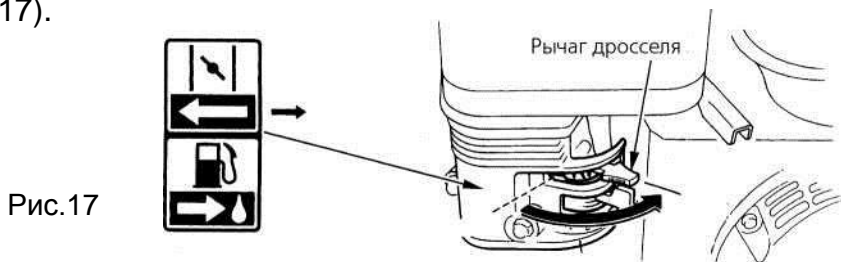

Рис.17
1. Установите желаемые обороты холостого хода двигателя с помощью рычага управления дроссельной заслонкой (см. рис. 17).